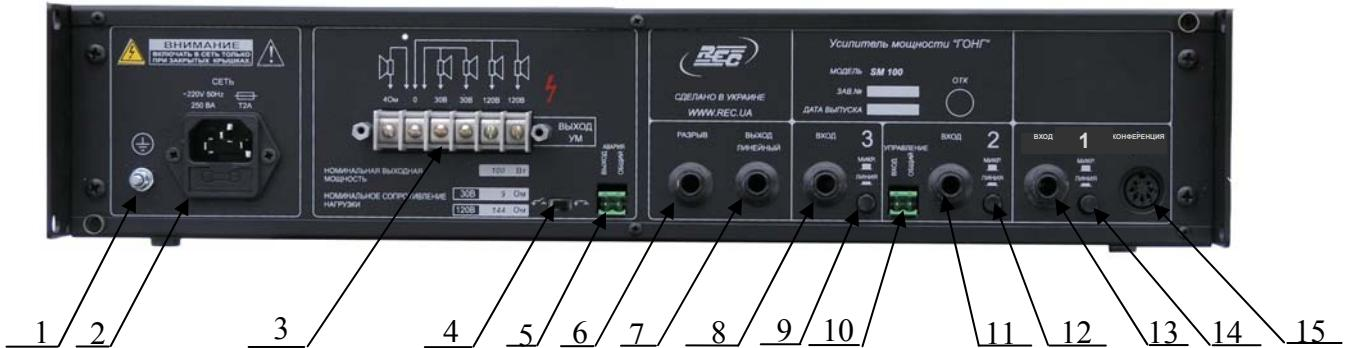

Рисунок 2
– при использовании УМ с пассивными источниками НЧ-сигнала (пульты конференцсистем, микрофоны и т. п.) переключатель  (поз.4, рисунок 2) устанавливать в замкнутое положение («схемный» общий провод подключен к корпусу УМ);
Клемма  (поз.1, рисунок 2) является дополнительной и может быть использована для дополнительного (страховочного) заземления.